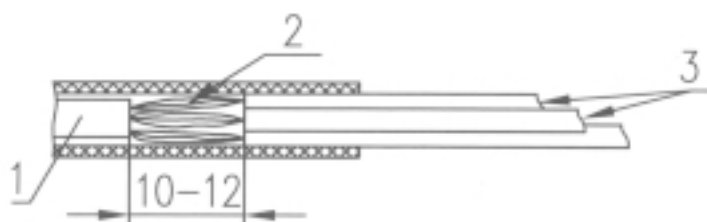

Рис. 3. Установка адаптера на трубки ПБТ.
5.7. Адаптер осторожно сдвигают к обрезу центральной трубки, одновременно подтягивая пучки волокон в противоположную сторону. Вводную трубку следует фиксировать на центральной трубке таким образом, чтобы между обрезом центральной трубки и обрезами разветвительных трубок адаптера оставался промежуток в 10 - 12 мм (рис. 3).